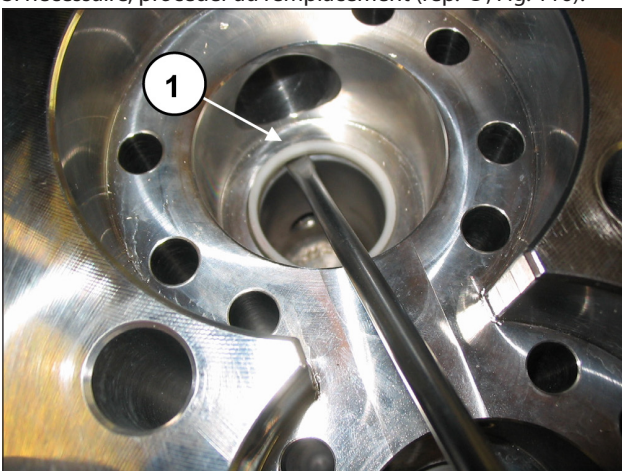

Fig. 116
Dégager les sièges de soupape et vérifier si les joints sont usés. Si nécessaire, procéder au remplacement (rep. ①, Fig. 116).